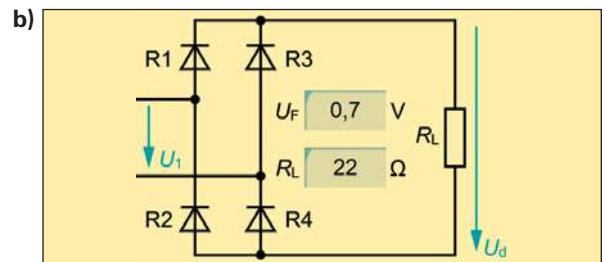

Bild 3: Stromweg bei negativer Halbwelle
- b) Zeichnen Sie den Stromweg als gestrichelte rote Linie in das **Bild 3** ein.